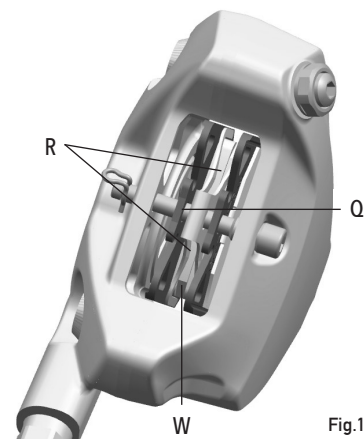

Fig.11
Pour chaque plaquette, contrôler le témoin d'usure de la plaquette W (Fig.11) est présent, que la plaquette est correctement positionnée avec le support métallique Q (Fig.11) en contact avec le piston et que la partie de frottement de la plaquette R (Fig.11) est en contact avec le disque. Dans le cas contraire, s'adresser à un mécanicien spécialisé ou à un Pro Shop Campagnolo comme indiqué au chapitre 2 « INFORMATIONS ET SUPPORT TECHNIQUE ».
**Avertissement** : L'utilisation en présence de pluie, boue, sable ou poussière peut drastiquement réduire la durée de vie des plaquettes en leur causant une usure prématurée par rapport à une utilisation sur des routes goudronnées et propres. Par conséquent, il est important de contrôler très fréquemment la présence de l'indication d'usure W (Fig.11) sur les plaquettes mêmes et, dans le cas contraire, de les faire changer par votre mécanicien de confiance.